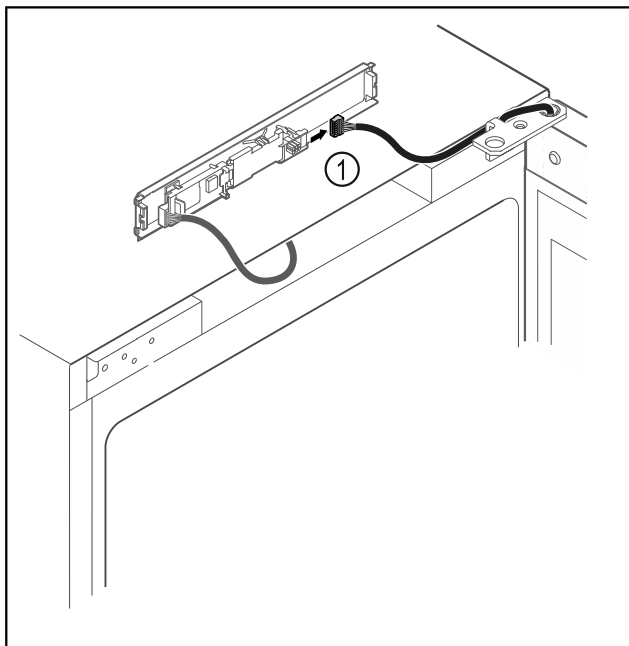

Fig. 19
- ▶ Извадете щекера Fig. 19 (1) от платката.